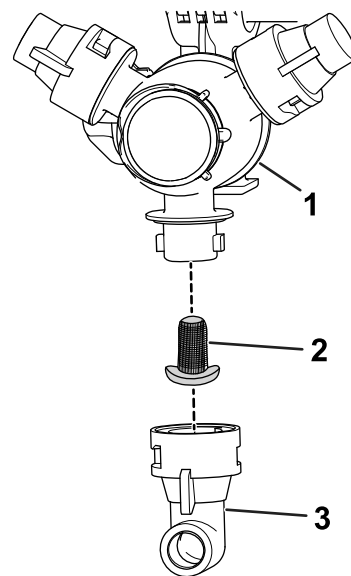

Bild 102
- Nehmen Sie die Düse vom Sprühdrehkreuz ab (Bild 102).
- Entfernen Sie den alten Düsenfilter (Bild 102).
- Setzen Sie den neuen Düsenfilter ein (Bild 102).
- Setzen Sie die Düse auf das Sprühdrehkreuz auf (Bild 102).